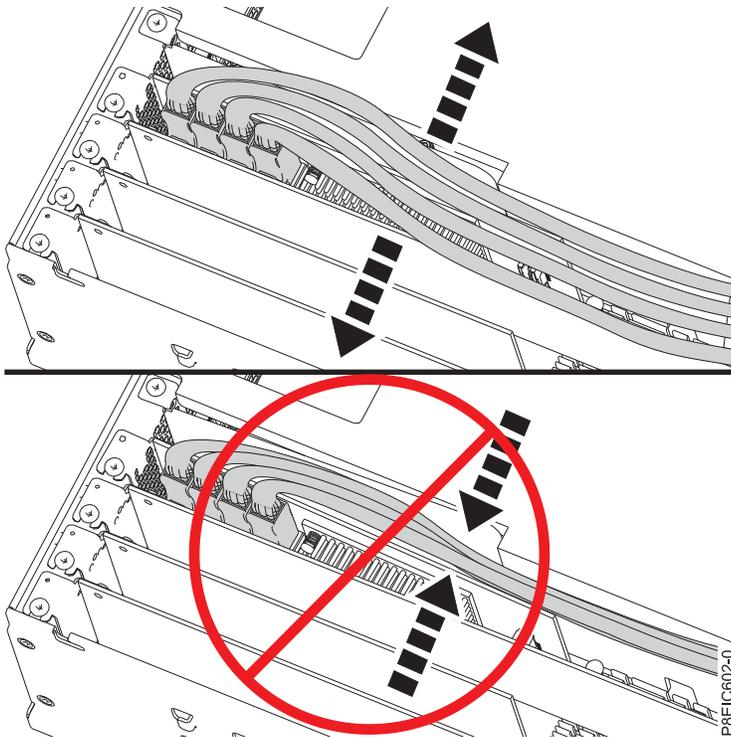

Abbildung 52. Signalkabel des Plattenlaufwerks verlegen
- f. Verlegen Sie die Signalkabel des Plattenlaufwerks über die Oberseite der PCIe-Adapter, um zu vermeiden, dass die Adapter durch die Kabel beschädigt werden. Verlegen Sie die Kabel nicht zwischen den Adaptern. Verteilen Sie die Kabel, um sicherzustellen, dass die Serviceabdeckung geschlossen werden kann, ohne die Kabel abzuklemmen. In Abb. 52 auf Seite 46 finden Sie ein Beispiel für die Verlegung der Kabel entlang der Oberseite der PCIe-Adapter. Ihre Kabelverbindungen weichen unter Umständen von denen in Abb. 52 auf Seite 46 ab. Die Art, wie die Kabel entlang der Oberseite der PCIe-Adapter verlegt werden, unterscheidet sich jedoch nicht.